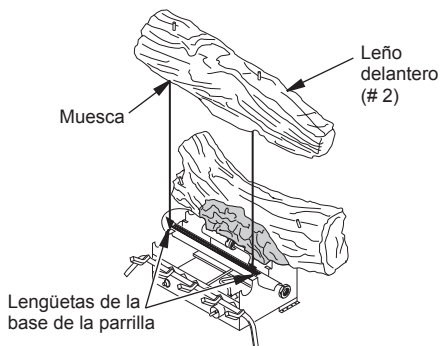

Figura 19 - Instalación del leño delantero
2. Ubique las muescas en la parte trasera del leño delantero (# 2). Deslice estas muescas sobre las lengüetas ubicadas en la base de la parrilla (consulte la figura 19).